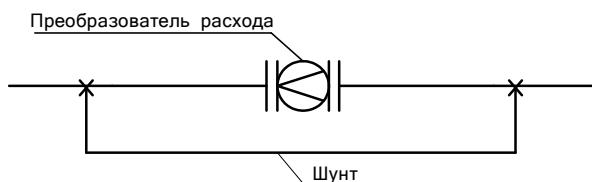

Рисунок 6.5
- Примечание** - отверстия под крепеж должны быть разнесены от вертикальной оси МФ (см. рисунок 6.5).